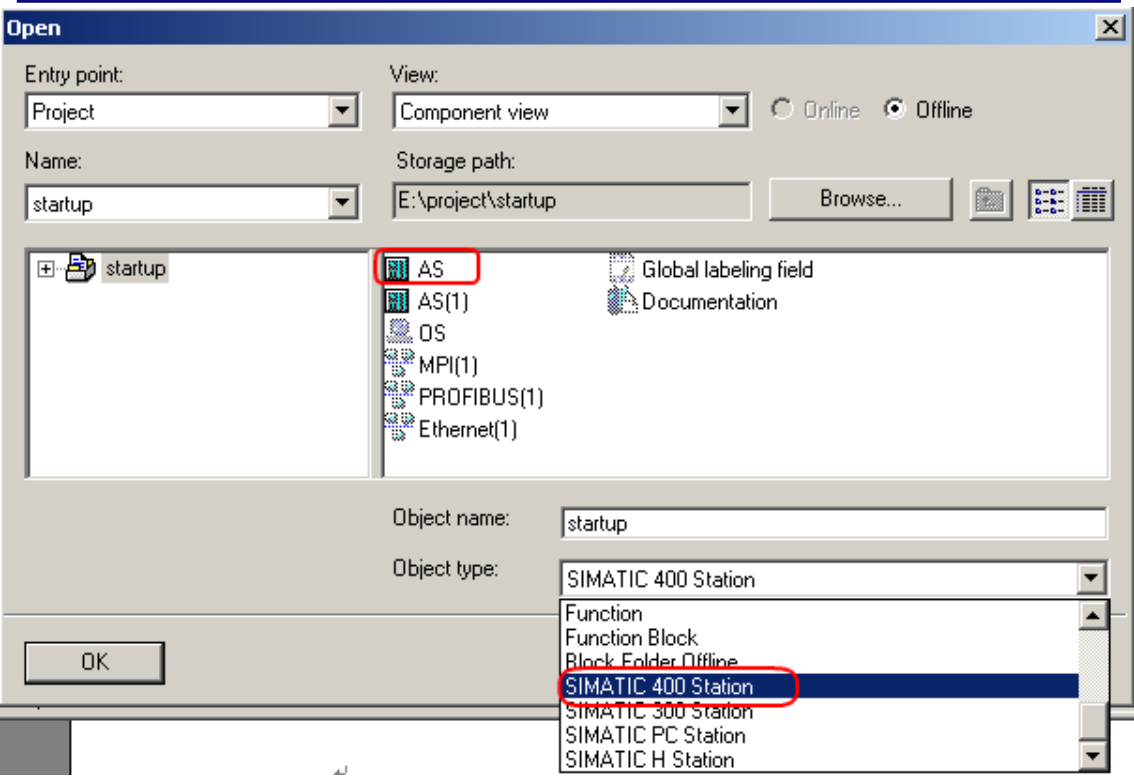
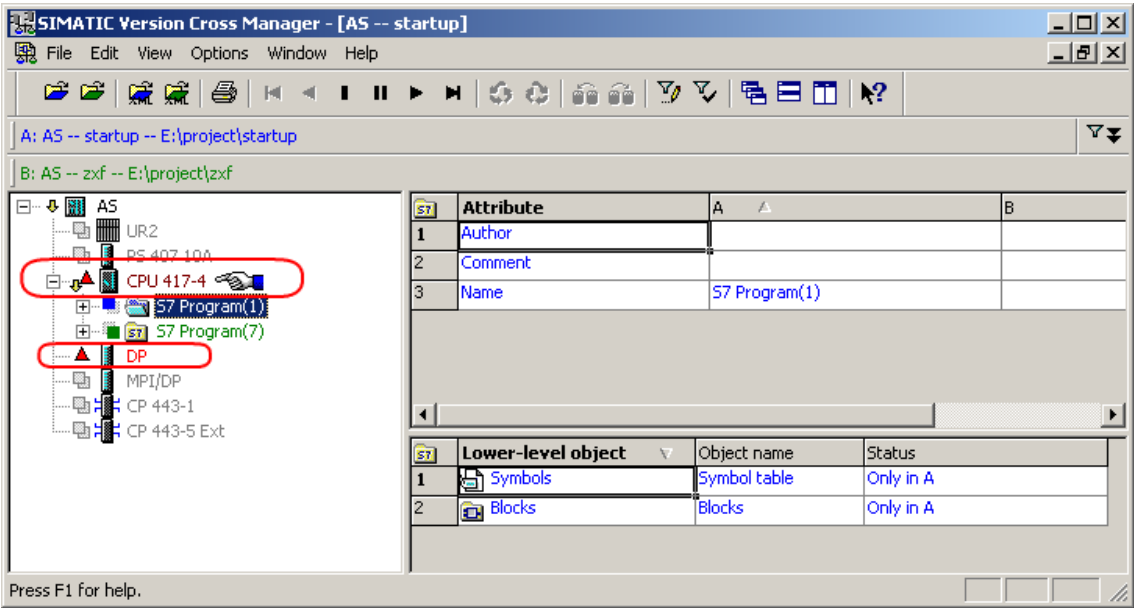

图 20 以 AS Station 为比较类型
图 21 标准视图视图
- 第三步、启动 VXM，以 AS 站为比较对象打开项目，如图 20 打开 AS 站比较对象和图 21 比较视图所示；
使用导航快捷键  在比较视图中移动比较差异点，可从图 20 中看到 CH_AI (FT101) 功能块的量程上限 (VHRANGE) 被修改过；在详细视图中该属性值由项目投产时的 100，修改到现在的 1000。